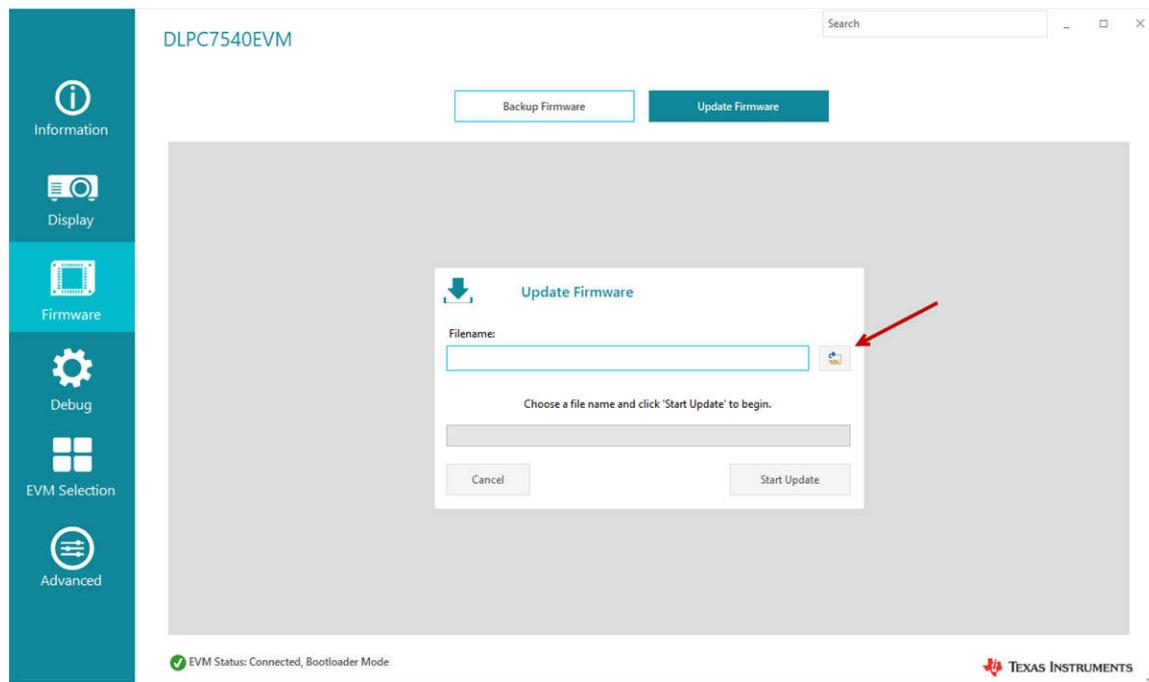

図 3-4. フラッシュイメージのロード
- a. フームウェア画面に移動し、ファームウェア アップデートのタブを選択します。フォルダ アイコンをクリックすると、DLPC7540EVM に接続されている実際の DMD に応じて、該当するファームウェアを参照できます。ファームウェア イメージ ファイルを選択したら、アップデートの開始をクリックします。図 3-4 を参照してください。